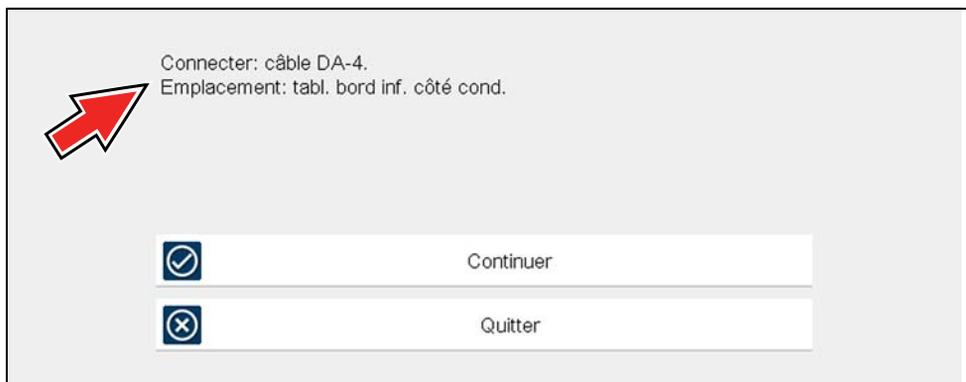

Figure 4-2
2. Après l'identification du véhicule à l'aide de la fonction Scanner ou OBD-II/EOBD (consultez la section « Identification du véhicule » à la page 18), examinez les informations à l'écran fournies pour la connexion du câble de données, l'utilisation et l'emplacement du DLC (Figure 4-2).